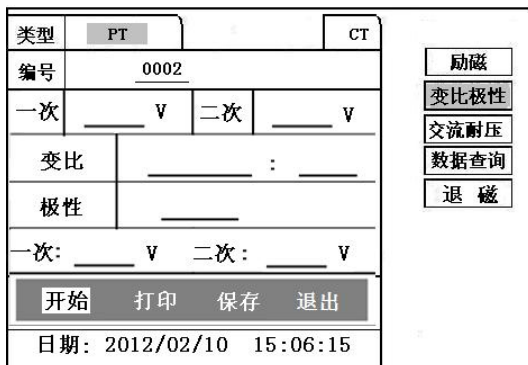
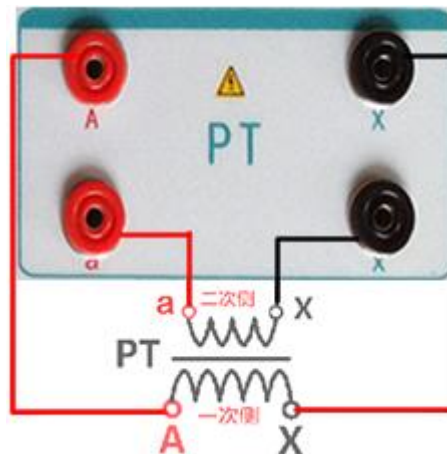

图 21, PT 变比极性测试界面
图 22 , PT 变比极性接线图
1) 参数设置：测试界面见图 21。
按照图 22 进行接线，PT 一次侧接 A、X，PT 二次侧接 a、x。进入 PT “变比极性”测试界面，如图 21。设置二次侧额定电压及编号后，旋转控制器将光标移动至“开始”选项，按下控制器，试验即开始。